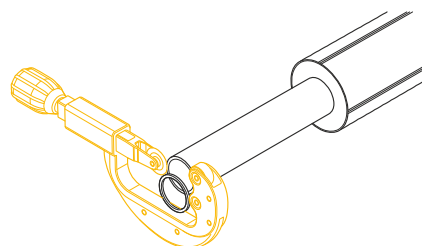

Рис. 4.4.6
6. При помощи трубореза выровнять торец напорной трубы (обрезать конец трубы перпендикулярно продольной оси) на расстоянии 30 мм от конца трубы (рис. 4.4.6).